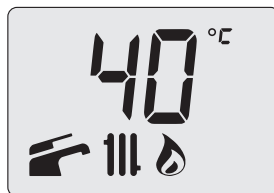

Figura 7.14
- Premendo il tasto 18 (Figura 7.2) si esce dalla "modalità programmazione" (Figura 7.14).